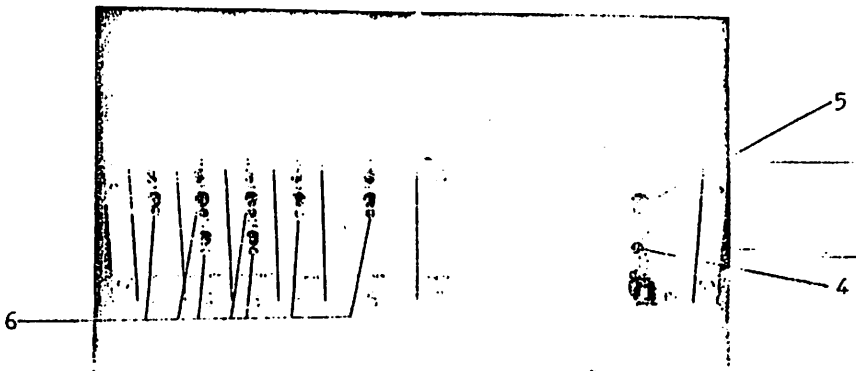

Abb. 5 Stromversorgungseinschub SE, bestückt mit Anschlußteil Batterie 2170 SB
- Abb. 5 Stromversorgungseinschub 2170 SE, bestückt mit Anschlußteil Batterie 2170 SB